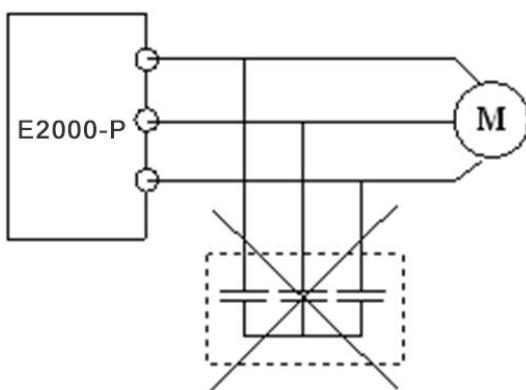

图 1-4 变频器输出端禁止使用电容器
- ◇由于变频器输出是 PWM 波，输出侧如安装有改善功率因数的电容或防雷用压敏电阻等，都会造成变频器故障跳闸或器件的损坏，务必请拆除。如图 1-4 所示。